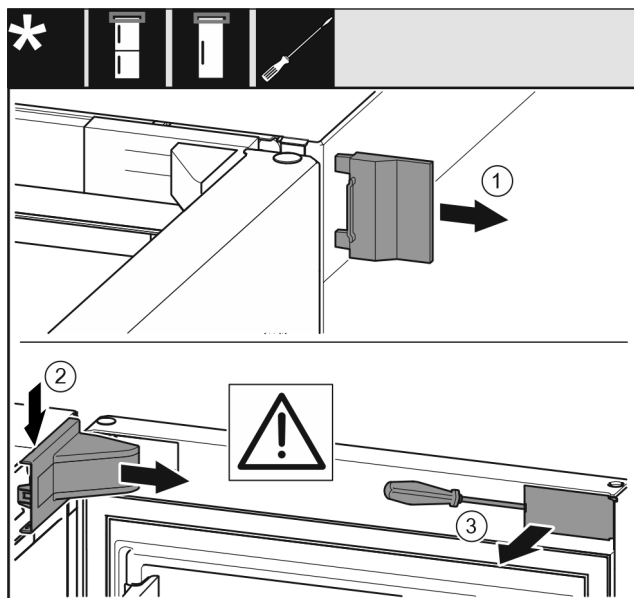

Fig. 8
- Retirer le cache extérieur. Fig. 8 (1)
- Détacher et libérer le cache du support de palier. Retirer le cache du support de palier. Fig. 8 (2)
- Dégager le cache avec le tournevis et l'incliner sur le côté. Fig. 8 (3)